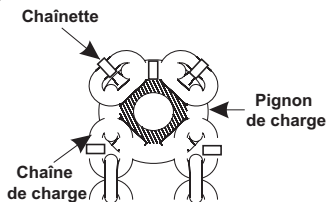

fig.3B
7. Installez la chaîne en exécutant un fil ou une ficelle entre le rouleau de guidage de la chaîne et le pignon de charge, puis sur le rouleau de charge et autour de celui-ci. Attachez la chaîne au fil ou à la chaîne et tirez-la dans le palan de sorte que la première liaison soit debout sur le bord dans l'une des fentes du pignon de charge, avec la soudure à distance du pignon (voir la fig.3B). Mettez le bouton de direction en position neutre et tournez la molette dans le sens des aiguilles d'une montre jusqu'à la chaîne de charge dans le pignon de charge. Retirez la goupille de la goupille d'extrémité et faites glisser la goupille d'un côté. Tirez l'extrémité de la chaîne sous le rouleau de guidage de la chaîne et accrochez la dernière liaison sur la broche d'extrémité, en vous assurant que la chaîne n'est pas tordue. Faites glisser la goupille d'extrémité lâche dans la position et installez la goupille par elle.